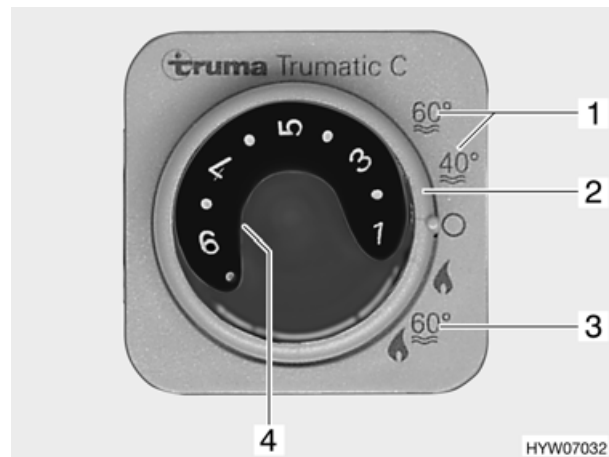

Bild 69 Bedieneinheit für Heizung/Boiler
Der Boiler ist in der Heizung integriert und wird mit Gas betrieben. Der Boiler wird an der Bedieneinheit (Bild 69) mit dem Drehschalter (Bild 69,2) eingeschaltet.
Bei Winterbetrieb "Heizung und Boiler" (Bild 69,3) wird beim Einschalten der Heizung automatisch auch das Wasser im Boiler erhitzt. Schaltet die Heizung bei Erreichen der gewünschten Raumtemperatur ab, so heizt der Boiler weiter, bis die Wassertemperatur erreicht ist.
Bei Sommerbetrieb (Bild 69,1) wird nur das Wasser im Boiler auf 40 °C oder 60 °C erhitzt. Das Wasser wird in ca. 1 Stunde auf 60 °C erhitzt. Die gelbe Kontroll-Leuchte (Bild 69,4) leuchtet während der Aufheizphase des Boilers.
- An der Bedieneinheit (Bild 69) Drehschalter (Bild 69,2) auf "Sommerbetrieb" (Bild 69,1) stellen.
Gelbe Kontroll-Leuchte (Bild 69,4) leuchtet während der Aufheizphase. Bei Erreichen der eingestellten Wassertemperatur ist die Aufheizphase beendet und die gelbe Kontroll-Leuchte erlischt.
- An der Bedieneinheit (Bild 69) Drehschalter (Bild 69,2) auf "Aus" stellen.